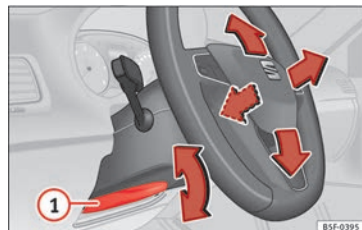

Fig. 18 Leva nella parte inferiore del lato sinistro del piantone dello sterzo.
• Regolazione della posizione del volante: tirare la leva » » » **fig. 18** ① verso il basso, muovere il volante verso la posizione desiderata e risollevarlo la leva fino al punto di chiusura.